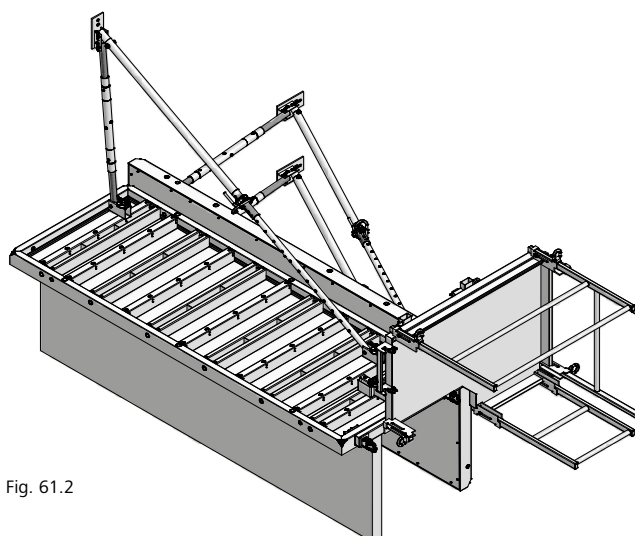

Fig. 61.2
4. Visser les vis à tête marteau dans la plate-forme de bétonnage et serrer les écrous papillon (Fig. 61.2).